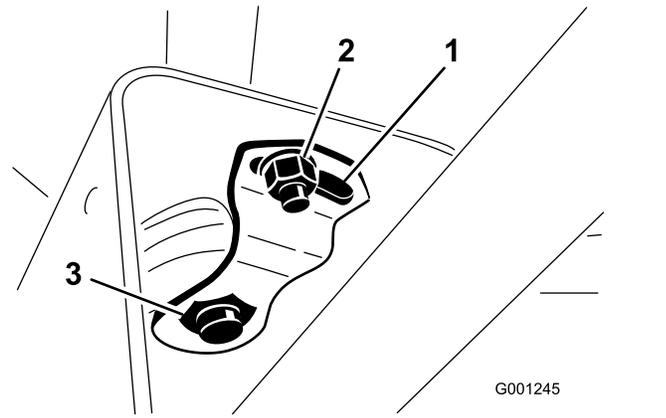

Figure 27
3. Desserrez le petit écrou et tournez le support de pivot jusqu'à ce qu'il serre le gros écrou situé dessous (Figure 27).
2. Faites coulisser le couvercle en haut de l'arbre de direction pour exposer le support de pivot (Figure 27).